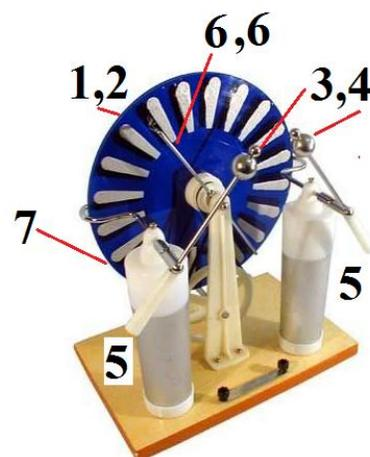

Рис. 1.
На рис. 1 изображен источник электрического тока, который называется электрофорной машиной. В ней механическая энергия превращается в электрическую.
1. Устройство электрофорной машины (рис. 1). Основой машины являются 2 стеклянных диска, на которых по периметру наклеены продолговатые полоски из алюминиевой фольги (1,2). Диски насажены на общую ось и с помощью ременной передачи вращаются в разные стороны при вращении рукоятки 7. К дискам прикасаются заземленные металлические щетки 6, 6. В результате трения скольжения щеток по дискам диски электризуются, и заряд с них вследствие электризации через влияние передается на лейденские банки (конденсаторы) 3, 4, к которым прикреплены стержни с шариками на концах 5, 5, называемых кондукторами.